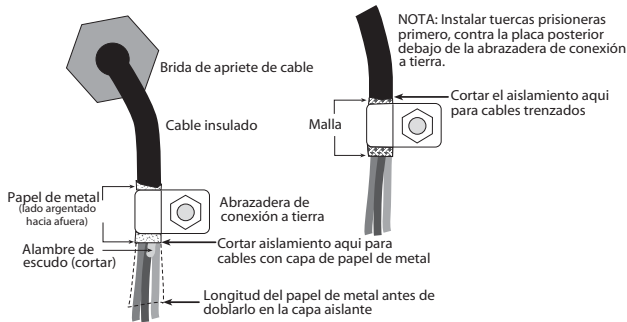

Figura 2-1. Abrazadera de conexión a tierra para cables con capa de papel de metal o malla de alambre
- Para cables con capa de papel de metal, pelar el aislamiento y la capa desde el cable por una media pulgada (13 mm) más allá de la abrazadera de conexión a tierra (ver la Figura 2-1). Doblen la capa hacia atrás hasta el punto donde el cable pasa por la abrazadera. Aseguren que el lado argentado (conductivo) de la capa está doblada hacia afuera para mantener contacto con la abrazadera de conexión a tierra.
aislamiento para exponer la malla donde el cable pasa por la abrazadera (ver la Figura 2-1).
- Encaminar los cables pelados por las bridas de apriete de cables y abrazaderas. Asegurar que las capas estén en contacto con las abrazaderas tal como se muestra en la Figura 2-1. Apretar las tuercas de las abrazaderas de conexión a tierra.